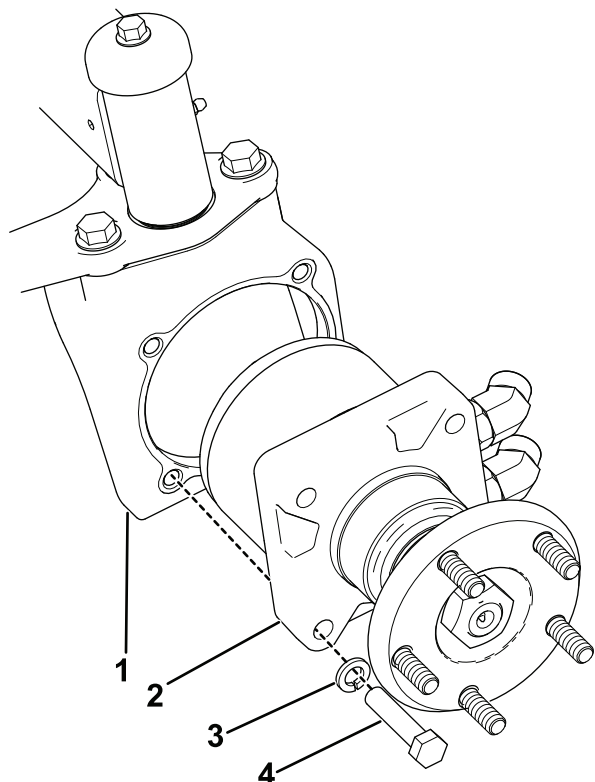

Figura 3
8. Montate i rispettivi gruppi dei motori delle ruote su ciascuna sede del motore ruota con 4 bulloni (½" x 2¼") e 4 rondelle di bloccaggio (½"), come illustrato nella Figura 3. Serrate i bulloni a un valore compreso tra 108 e 136 Nm.